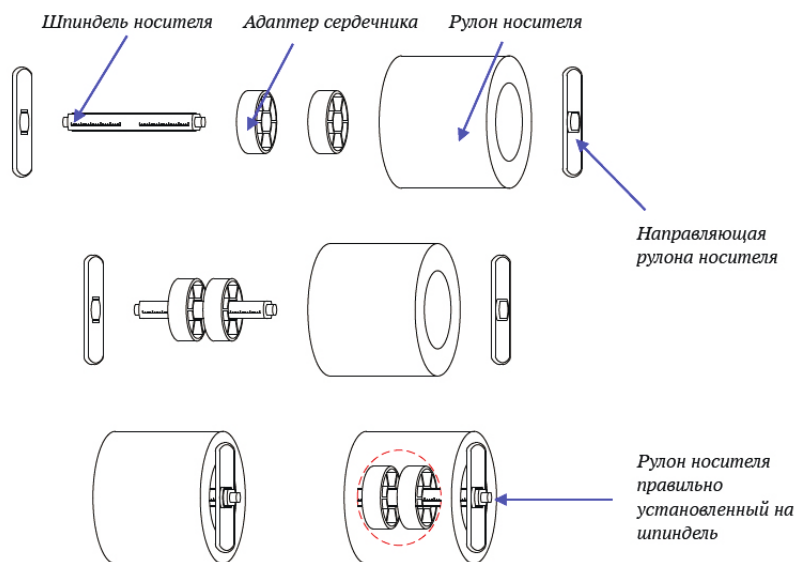

Рисунок 2-11 Установка рулона носителя на шпindel носителя
1. Поместите рулон носителя (этикетками вверх) на шпindel носителя, затем надвиньте две направляющие рулона носителя, гладкой стороной к носителю, на шпindel носителя с каждой стороны, пока обе направляющие рулона не коснутся носителя. При размещении рулона носителя с сердечником диаметром 76 мм, пожалуйста, сначала наденьте два адаптера сердечника на шпindel носителя, как показано на Рис. 2-11.